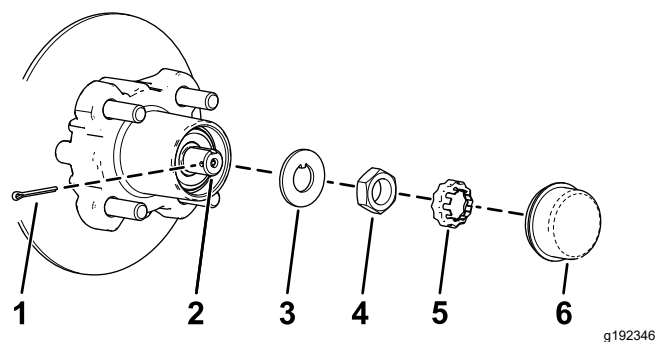
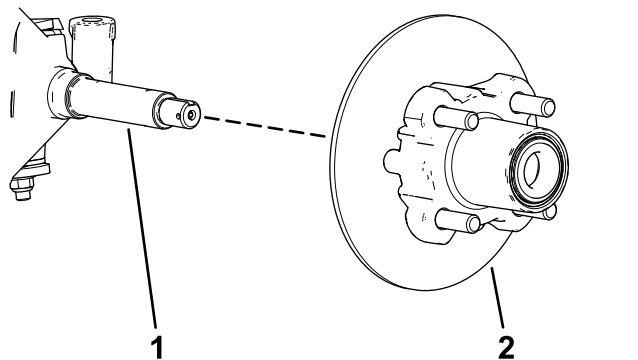

图 33
图 34
4. 从轮毂上卸下防尘盖 图 33。
5. 从主轴和主轴螺母上卸下开口销和螺母卡环 图 33。
6. 从主轴上卸下主轴螺母将轮毂和转子总成从主轴上分开 图 33和图 34。